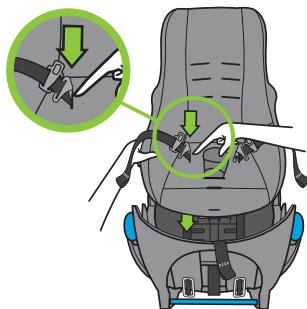

Figure 95
- Poussez la languette de la boucle vers le bas à travers l'ouverture de la sangle de hanche dans la housse et la coque intérieures du porte-bébé, comme indiqué dans la **Figure 95**.